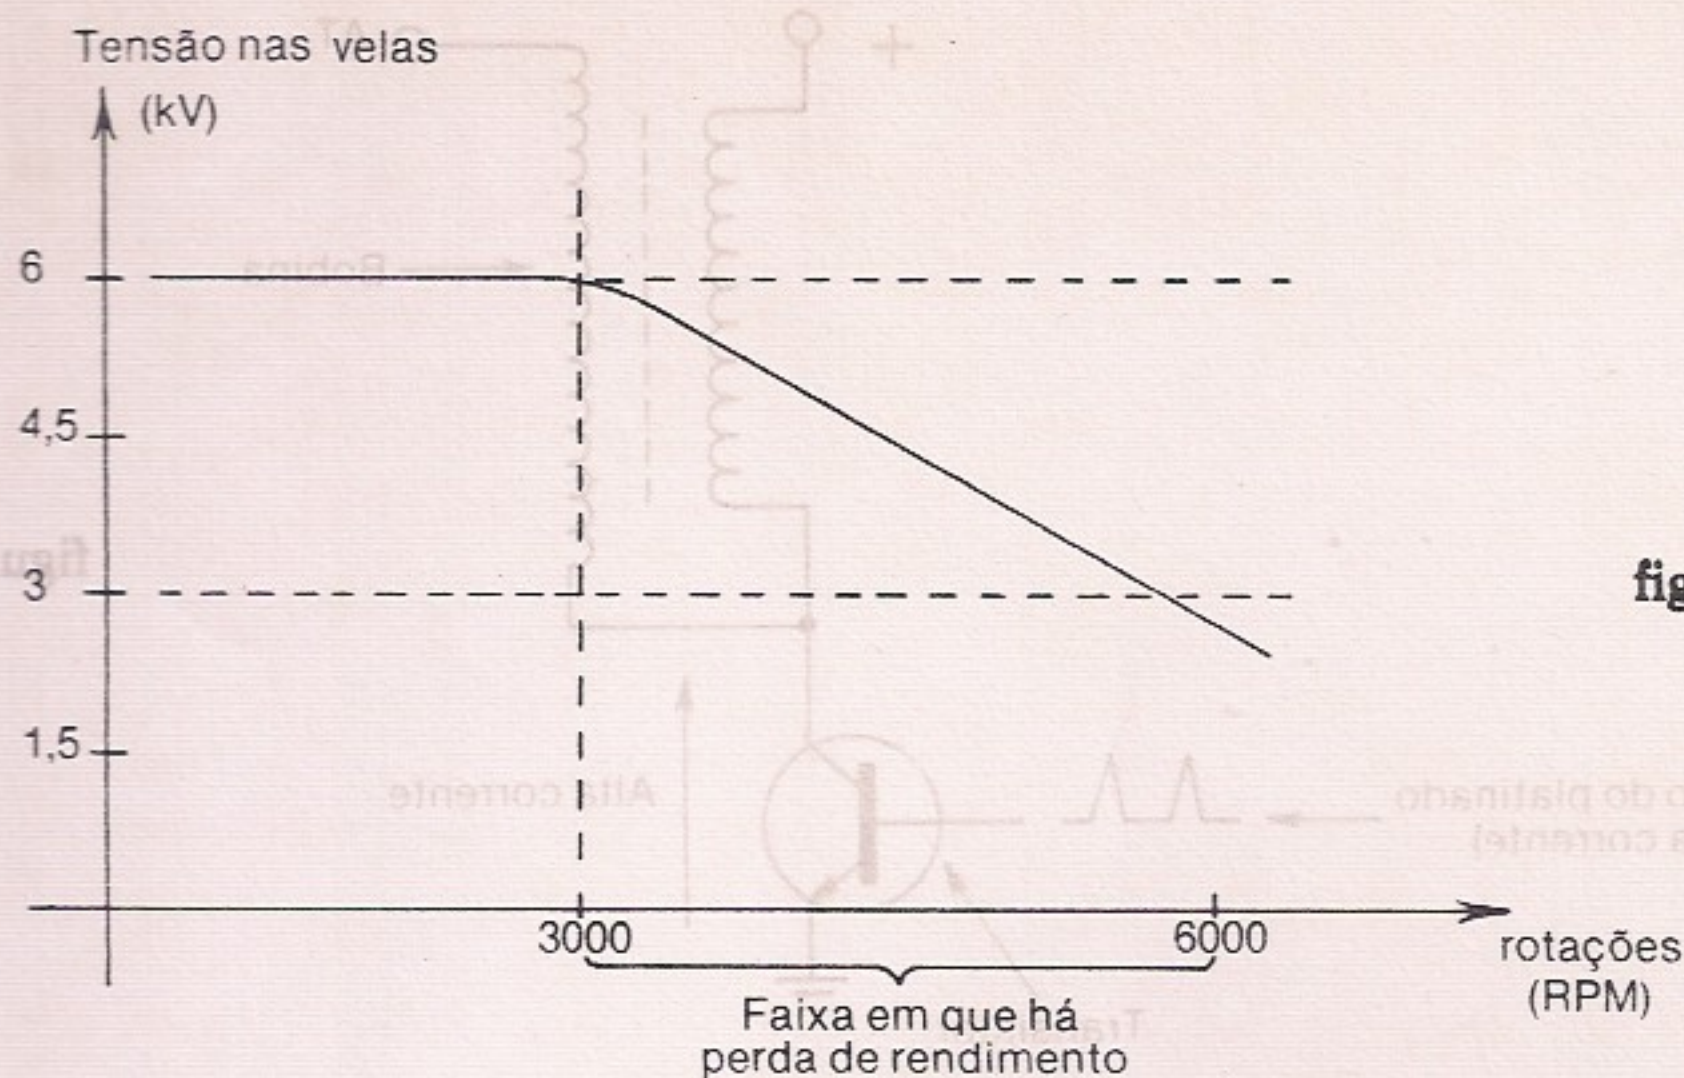

figura 5
- O primeiro fator que influi na economia de combustível é que a fâsca deve ter sempre a mesma intensidade, qualquer que seja a rotação do motor, ou seja, tanto em marcha lenta como em alta velocidade. Entretanto, tanto devido à resistência dos contactos do platinado como à indutância da bobina, a tendência do sistema é reduzir a intensidade e duração da fâsca nas altas rotações. O gráfico da figura 5 mostra aproximadamente o que acontece com um motor comum.